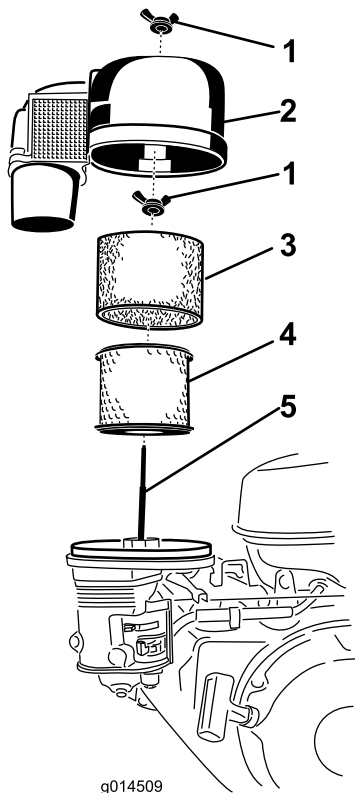

Bild 15
- Nehmen Sie die Flügelmutter ab und heben Sie die Luftfilterabdeckung mit der Luftfilterhaube ab (Bild 15).
- Reinigen Sie den Papiereinsatz durch leichtes Klopfen, um Staub herauszurütteln. Wechseln Sie das Papierelement aus, wenn es sehr schmutzig ist (Bild 15).
- Entfernen Sie den Schaumeinsatz (Bild 15).
- Entfernen Sie die Flügelmutter oben am Papiereinsatz und nehmen Sie den Papiereinsatz ab (Bild 15).